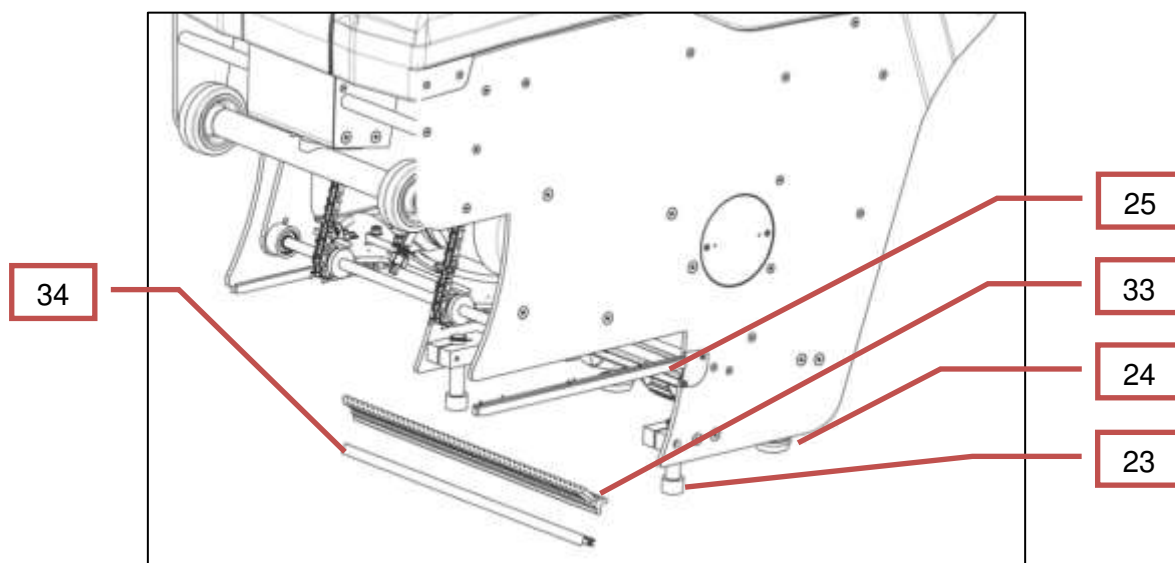

Imagen 19: Burlete / carril de deslizamiento
- Vaciar el depósito de agua sucia (21) después de cada uso y enjuagarlo con agua.
- Examinar y limpiar los cepillos (1).
- Enjuagar la bandeja de aspiración (32).
- Limpiar el cepillo rascador (33).
- Limpiar y engrasar ligeramente los actuadores (22) estando desplegados.
- Examinar el burlete (34) y, en caso necesario, cambiarlo (imagen 19: Burlete / carril de deslizamiento).
- Comprobar que las cadenas (35) estén tensadas y, si fuera necesario, tensarlas con un tensor de cadenas
- Limpiar las cadenas (35) y rociar con lubricante para cadenas.
- Comprobar las boquillas pulverizadoras (36) y, si fuera necesario, limpiarlas.
- Examinar los carriles de deslizamiento (25) derecho e izquierdo. Cambiarlos en caso de desgaste (imagen 19: Burlete / carril de deslizamiento).
- Tras quitar la tapa (3), cambiar el cepillo rascador (33) y el burlete (34) por la apertura (4) (ver capítulo 3.2: Montar los cepillos)